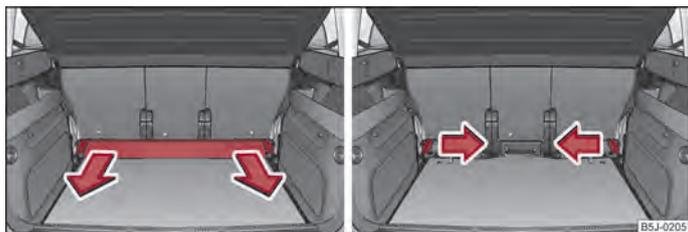

Fig. 51 Maletero: Retirar la guía portante transversal/las cuñas de retención
- Coger la guía portante transversal ⇒ fig. 51 y sacarla tirando de ella en sentido de la flecha.
- Coger la cuña de retención ⇒ fig. 51, lado derecho y sacarla tirando de ella en sentido de la flecha. Para desmontar la cuña de retención del otro lado del maletero, proceda del mismo modo.